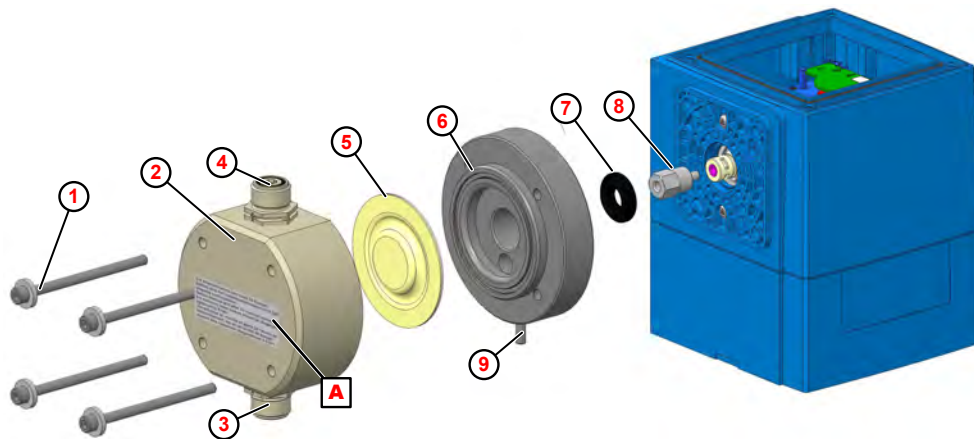

Fig. 24 : Remplacement de la partie supérieure de la pompe, de la membrane et de la membrane de protection
1. ➤ Dévisser les soupapes d'aspiration et de refoulement ( Fig. 24 , ③ et ④ ).
2. ➤ Desserrer les vis de la partie supérieure de la pompe ① et les déposer.
3. ➤ Déposer la partie supérieure de la pompe ② .
4. ➤ Dévisser la membrane ⑤ .
5. ➤ Retirer la plaque intermédiaire ⑥ .
6. ➤ Retirer la membrane de protection ⑦ .
8. ➤ Poser la plaque intermédiaire de telle sorte que l'évacuation pour rupture de membrane ⑨ soit dirigée vers le bas.